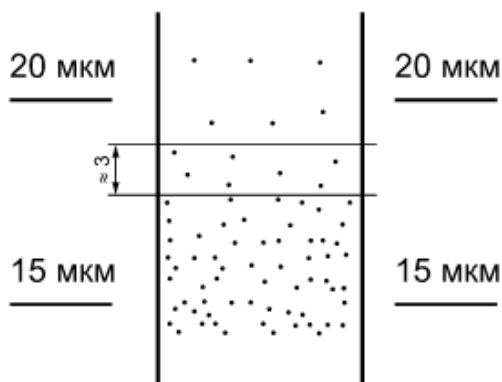

Рисунок 2.1 – Графическое изображение оценки результатов (частицы);
5. Отметить точку, где впервые появились частицы. Определить степень перетира по верхней границе полосы шириной 3 мм в поперечном направлении к пазу, на которой видны от 5 до 10 частиц (рис. 2.1). Отдельные частицы, расположенные вне границы основного количества этих частиц, не учитываются.